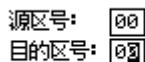

图 4-9 定值复制示例
② 定值复制：进行定值区全部数据复制。为防止非法操作，进行该操作前，须先输入密码。示例如图 4-9 所示界面。